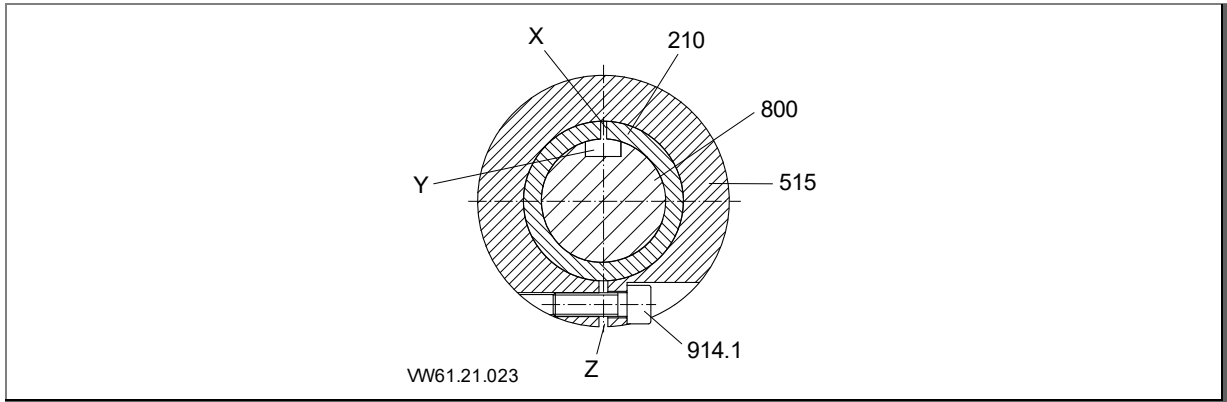

Fig. 8
1. Empujar el extremo del eje del motor sobre el eje de la bomba (210). La ranura de chaveta del eje del motor y la ranura del eje de la bomba (210) deben ser congruentes y se encuentran frente a la ranura del anillo tensor (515). Ver "Fig. 8", página 29